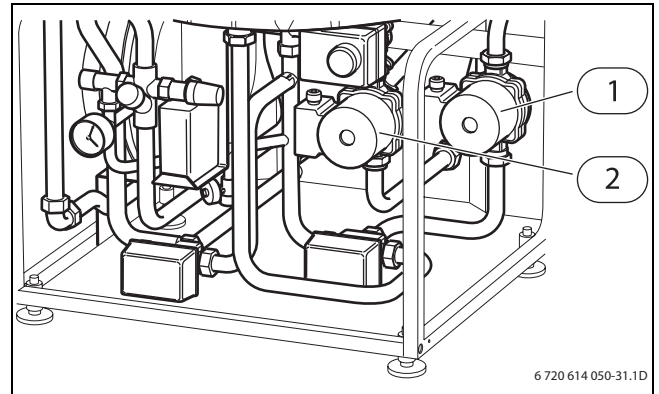

Fig. 73 Tilkoblingsfrirom innvendig enhet
- ▶ Kontroller om varmbærer-pumpen har stanset (→ fig. 73 på side 51).
- ▶ Kontroller om primærpumpen har stoppet (→ fig. 73, [1], side 51).